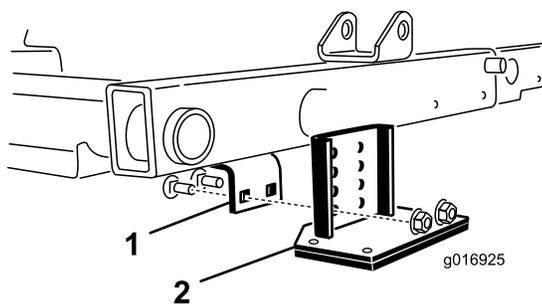

Рисунок 40
и обеспечивают такой же контакт валика при установленном кронштейне опрокидывателя (Рисунок 40).
4. Опустите режущие блоки и установите кронштейн опрокидывателя на раму с помощью 2 каретных болтов и 2 гаек, поставляемых вместе с комплектом (Рисунок 40).
2. Найдите кронштейн рамы над центральным режущим блоком (Рисунок 40).